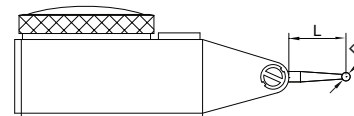

fig.6
3. Ogni tipo di comparatore ha una lunghezza specifica degli stili (L, fig. 6). Se la lunghezza non è corretta, si verifica un errore di misurazione. Per scegliere gli stili corretti alla tabella per scegliere gli stili corretti della serie 6284.